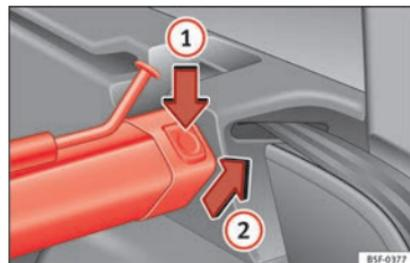

Fig. 125 Nel bagagliaio: smontare la rete divisoria.
- Premere il tasto di sblocco sinistro o destro »» fig. 125 nella direzione indicata dalla freccia (1).
- Rimuovere la scatola dal supporto nel senso della freccia »» fig. 125 (2).
- Premere la scatola nei supporti sinistro e destro nel senso contrario a quello della freccia »» fig. 125 (2) fino allo scatto.